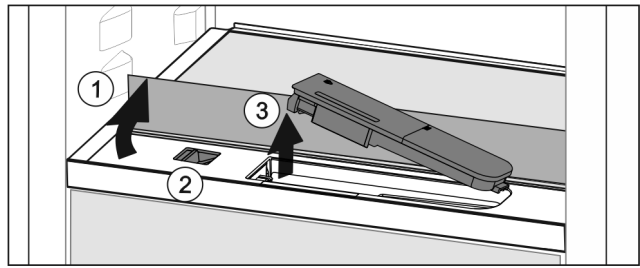

Fig. 164
- ▶ Поднять стеклянную панель и откинуть до упора назад Fig. 164 (1).
- ▶ Сдвиньте ползунок Fig. 164 (2) влево.
- ▶ Вынуть бак для воды Fig. 164 (3).